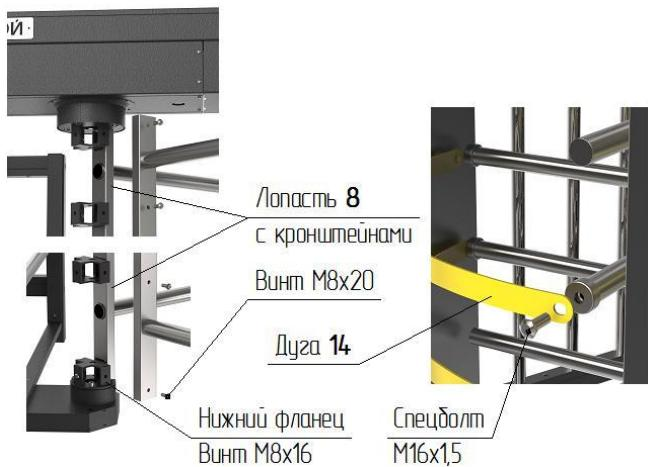

Рис. 6
– установите на посадочные плоскости фланцев лопасть с внутренними кронштейнами (рис.6) и закрепите винтами M8x20 (не затягивая их), положение "верх" указано маркировкой;